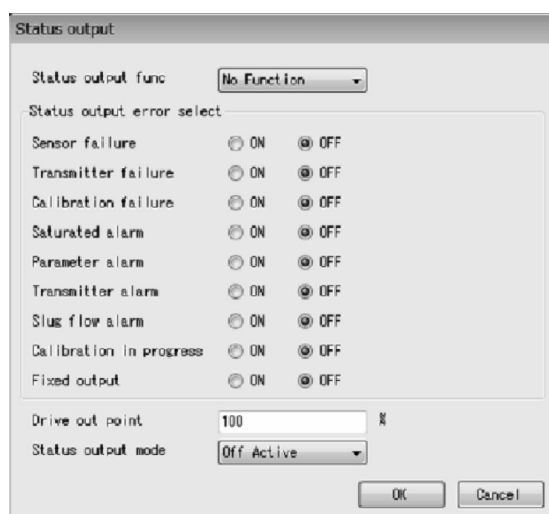

図45
- ① メニューの「Setup(S)」をクリックし、「Outputs」のドロップダウンリストの中から、「Pulse output 2」を選び再度クリックします。
- ② 3.6.2.4 Pulse output 1の②～⑤と同様に、パルス出力2を設定することができます。
- ① メニューの「Setup(S)」をクリックし、「Outputs」のドロップダウンリストの中から、「Status output」を選び再度クリックします。
- ② 次のウィンドウ(図45)が表示されます。ここではステータス出力の機能を設定します。